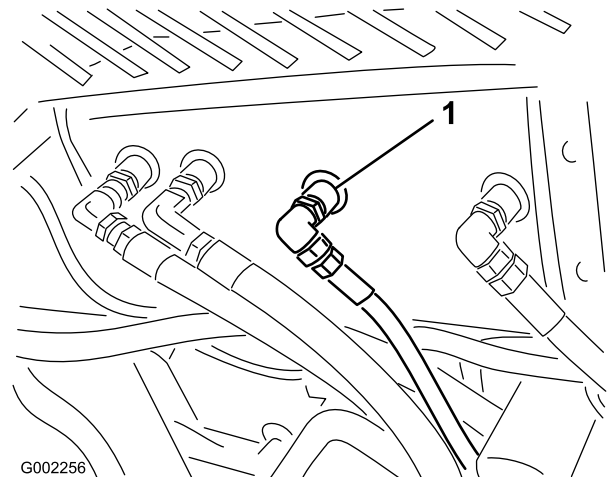

Figura 60
2. Limpie la zona alrededor del acoplamiento de uno de los manguitos hidráulicos, en la parte inferior del depósito de aceite hidráulico (Figura 60).
4. Retire el acoplamiento del manguito del depósito y deje fluir el aceite al recipiente (Figura 60).